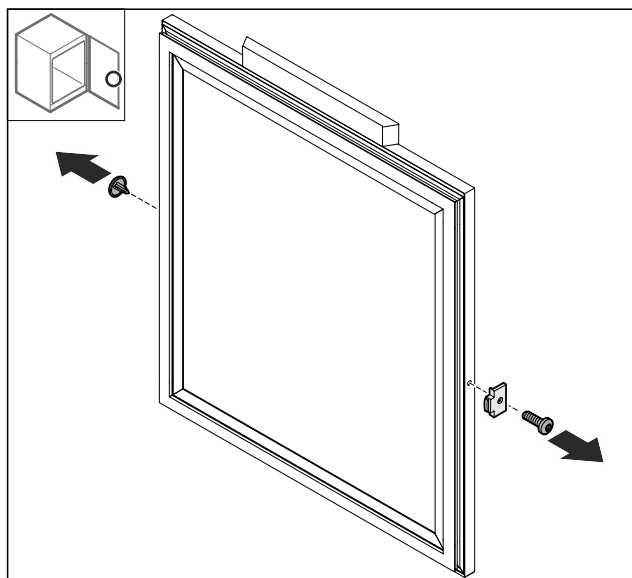

Fig. 72
- Usunąć Fig. 72 (1) osłonę.
- Zdemontować odbojnik drzwi Fig. 72 (2).